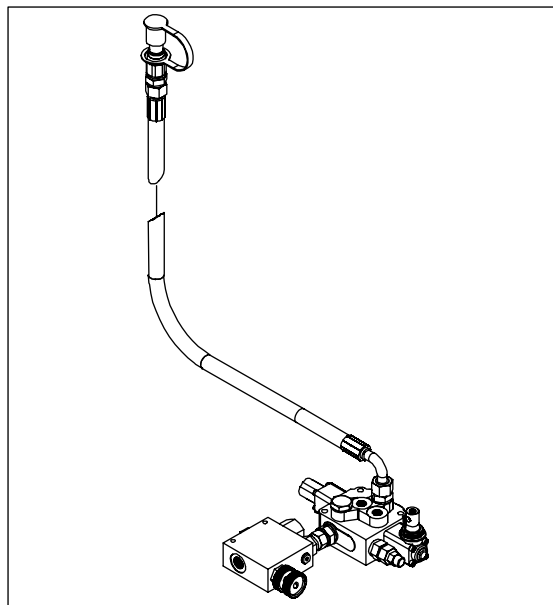

Рис. 11. Подсоединение шланга бака
- Подсоединить шланг бака непосредственно к распределительному клапану - см. рис. 11.